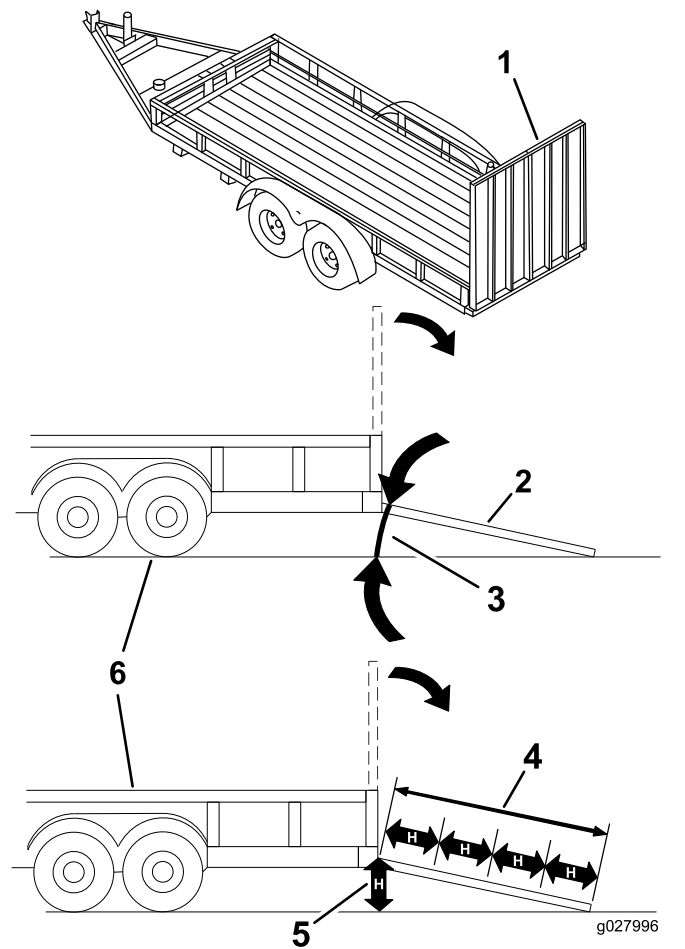

Bild 34
Das Laden einer Maschine auf einen Anhänger oder einen Lastwagen erhöht die Umkipppgefahr und könnte schwere oder tödliche Verletzungen verursachen (Bild 34).
3. Senken Sie die Rampe ab und stellen Sie sicher, dass der Winkel zwischen der Rampe und dem Boden höchstens 15 Grad beträgt (Bild 34).